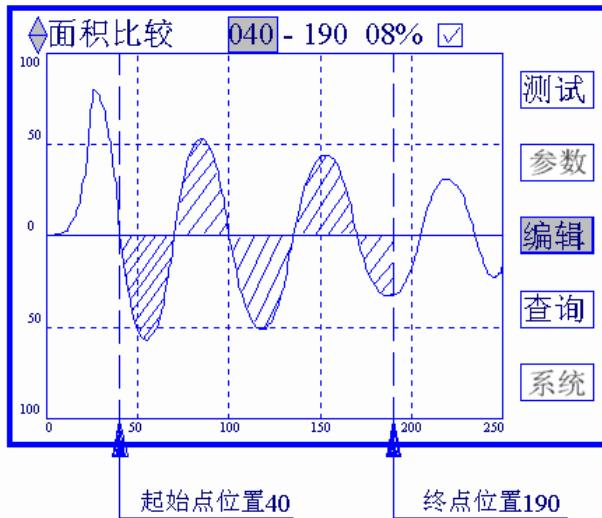

图 3
5.3、按“”键, 左边有一根竖虚线向右移动同时数据相应变动, 按“”键, 竖虚线向左移动同时数据相应变动。该线为面积比较的起始线, 设定位置可参考图 3:
5.5、按“**[**”键，右边有一根竖虚线向右移动同时数据相应变动，按“**]**”键，竖虚线向左移动同时数据相应变动。该线为面积比较的终点线，设定位置可参考图3：